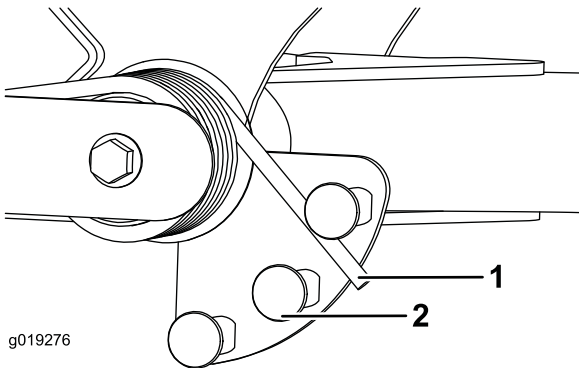

Figure 35
2. Insérez un tube ou un objet similaire sur le ressort long et le faire pivoter autour de l'actionneur de ressort à la position voulue (Figure 35).